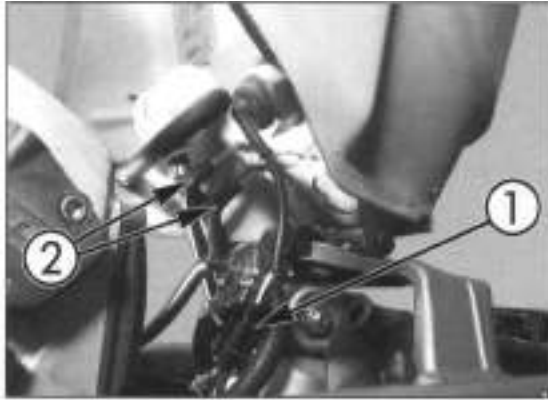

Bild 10
- Tankbefestigungsschrauben hinten lösen oder Splint ziehen und Achse herausziehen (Bild 10). Tank vorsichtig abnehmen.